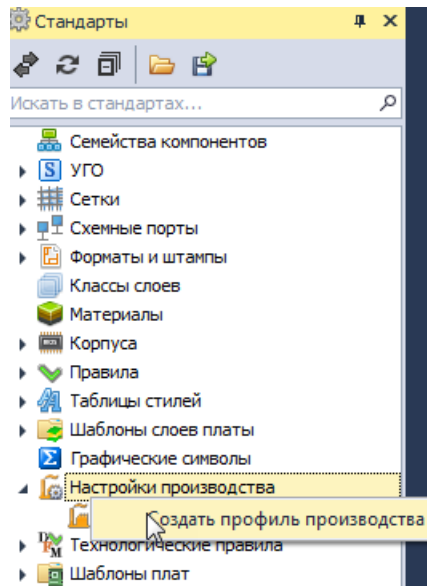

Рис. 120 Создание нового шаблона производства
2. Вызовите контекстное меню и выберите пункт «Создать профиль производства», Рис. 120.